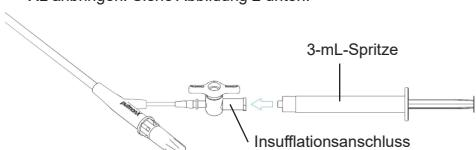

Abbildung 2: Ballon-Insufflationsanschluss verbinden
- Die 3-mL-Spritze am Ballon-Insufflationsanschluss des Einweg-Sperrhahns am Griff des Chartis-Katheters Precision XL anbringen. Siehe Abbildung 2 unten.